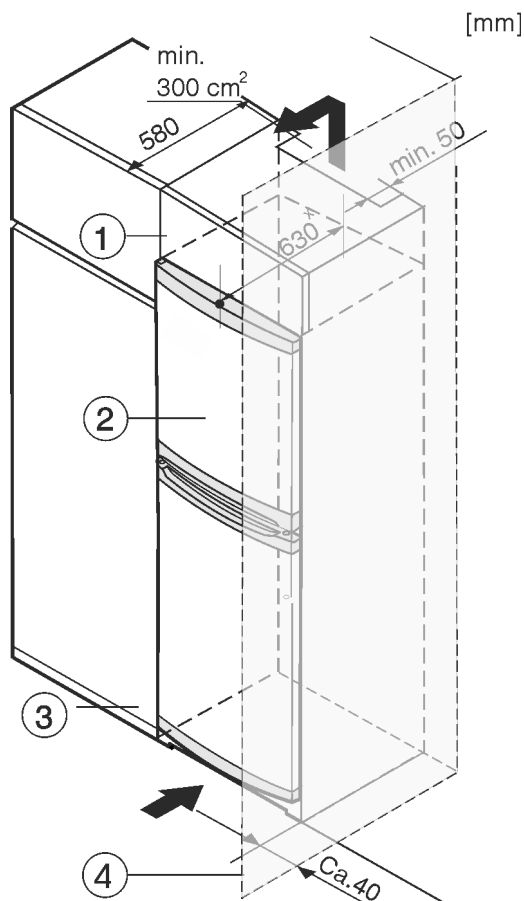

Fig. 8
Уредът може да е обграден с кухненски шкафове. За да изравните височината на уреда Fig. 8 (2) с височината на вградената кухня, над уреда може да се постави шкаф-пристройка Fig. 8 (1).
При обграждане с кухненски шкафове (дълбочина макс. 580 mm) уредът може да се постави непосредствено до кухненския шкаф Fig. 8 (3). Отстрани уредът е издаден на 34 mm \*, а в средата на уреда – на 50 mm \* спрямо челото на кухненския шкаф.
Когато уредът се поставя с пантите до стена *Fig. 8 (4)*, разстоянието между уреда и стената трябва да е поне 40 mm. Това отговаря на разстоянието, с което дръжките стърчат при отворена врата.